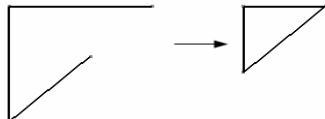

图 2-202
- : 封闭不正确的轮廓。单击该图标，CATIA 会自动封闭开口的图形，如图 2-202 所示。